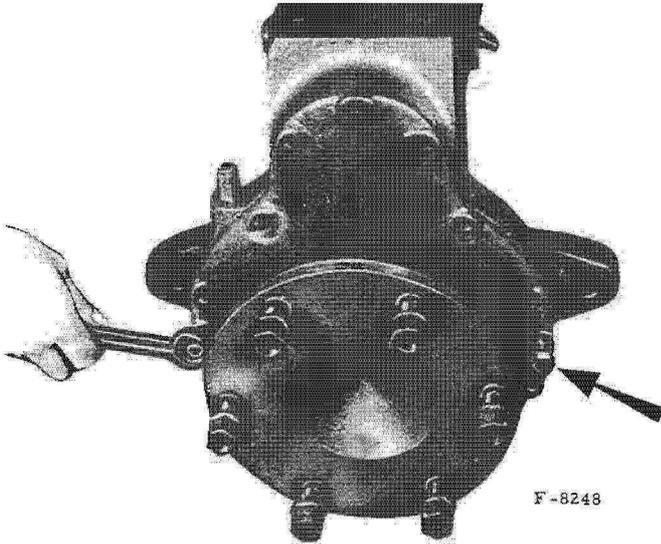

Fig. 17. - Démontage du carter de réducteur.
- Vissez deux de ces vis dans les trous taraudés du carter afin de le décoller (fig. 17).